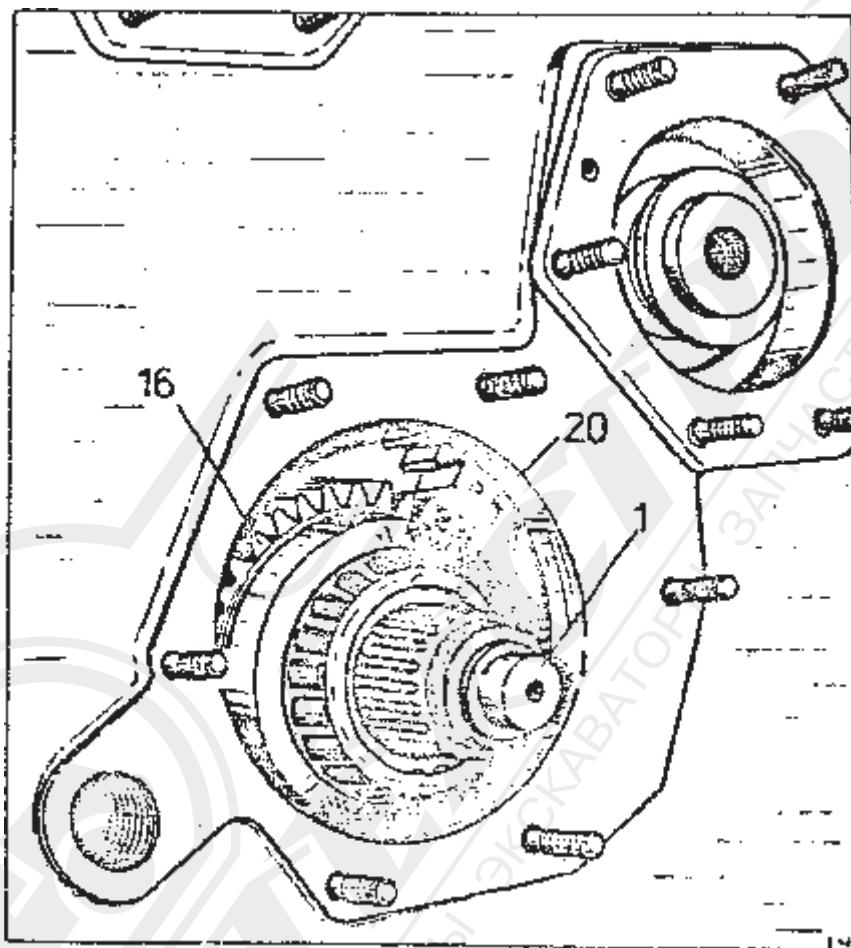

Рис. 2-25. Выбиваемый узел выходного валика привода
9. Выбить из корпуса коробки скоростей валик I вместе с зубчатым колесом 16, внутренним кольцом,: подшипника 20, подшипниками 17, упругими шайбами 19 и дистанционными кольцами 18, ударяя в валик со стороны тормоза. Выбиваемый узел выйдет через отверстие в корпусе коробки скоростей /рис. 2-25/.